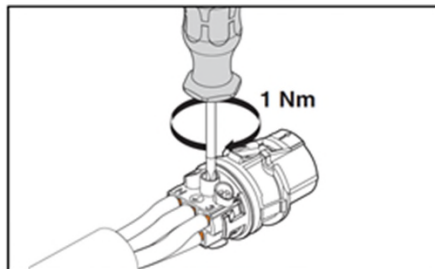

Abb. 15: Anziehen der Adern
- o Schließen sie die Adern am Kontaktträger an (Abb. 15).